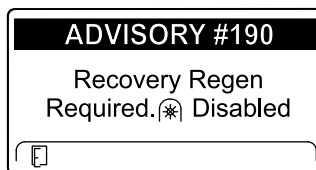

Bild 58
- Recovery regeneration required – power takeoff disabled ADVISORY #190 (Bild 58)